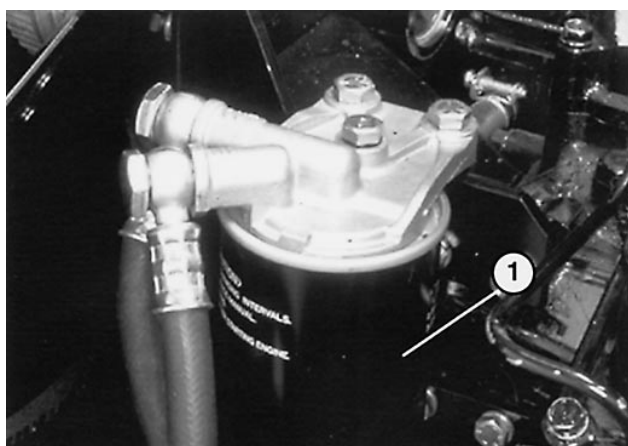

Figure 38
3. Toutes les 1000 heures de service ou une fois par an, remplacer le filtre à carburant (Fig. 38), situé à l'avant et à gauche du moteur, et vidanger l'eau du réservoir à carburant. Enduire le joint torique du filtre d'huile propre. Poser et serrer le filtre à la main uniquement.